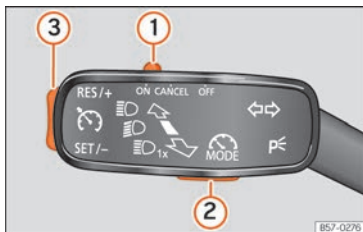

Fig. 228 À gauche de la colonne de direction : commande et touches servant à utiliser le limiteur de vitesse.
Si vous souhaitez désactiver temporairement le limiteur de vitesse, pour doubler par exemple, réglez la commande » **fig. 228** ① du levier des clignotants sur la position **CANCEL** ou réglez le troisième levier sur la position **CANCEL** ou appuyez sur la touche ② de l'un quelconque des leviers.